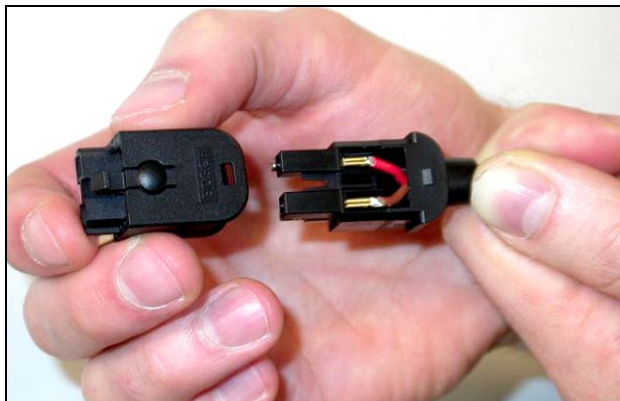

рисунок 30.34: Установка передней части корпуса
- 30 Соедините переднюю часть корпуса и собранные вместе монтажный блок и заднюю часть корпуса (см. рисунок 30.34).